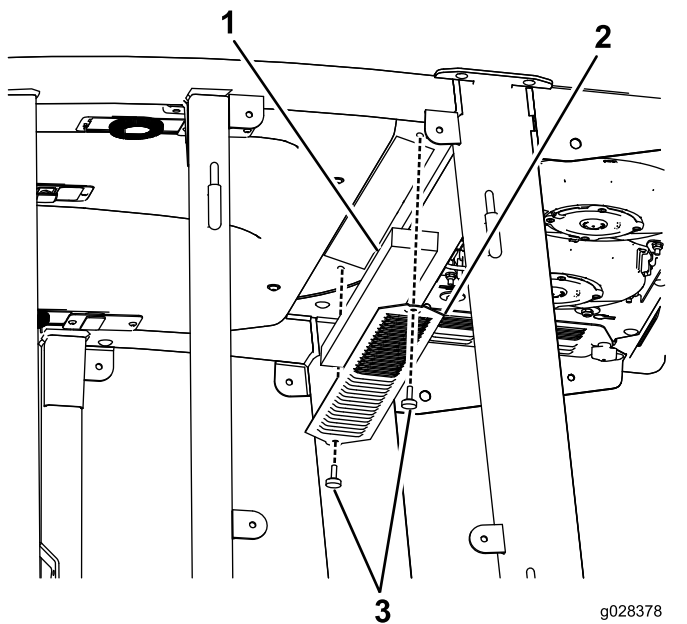
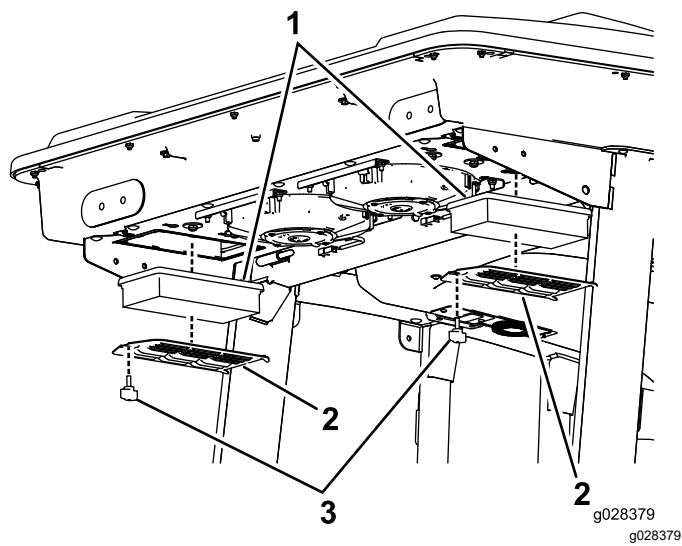

图 54
图 55
1. 拆下驾驶室内和驾驶室后空气滤清器的螺丝和格栅图 54和图 55。